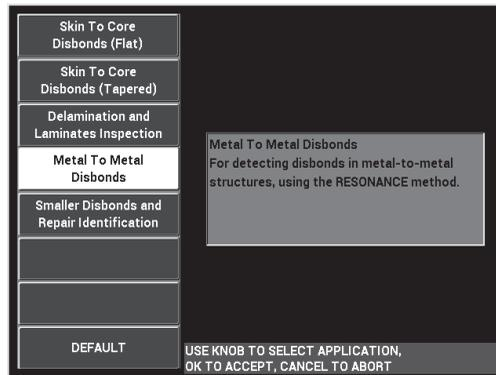

Abbildung 6-38 Anwendung Metall-Metall
3. Wählen Sie die Anwendung **Ablösung Metall-Metall** aus und drücken Sie zur Bestätigung auf ✓ (siehe Abbildung 6-38 auf Seite 162).